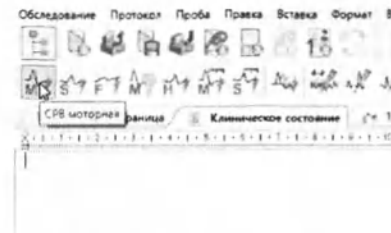

Рис. 90. Выбор пробы «СРВ моторная»
1. С помощью левой кнопки мыши активируйте кнопку «СРВ моторная» (рис. 90).